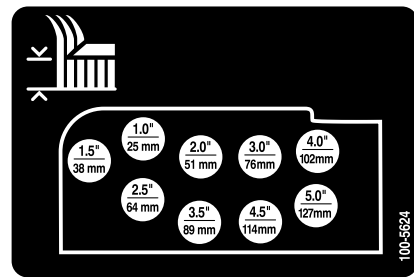

Рисунок 22
- Закрепите цепи регулировки высоты скашивания в требуемом отверстии с помощью шплинтуемого штифта и игольчатого шплинта (Рисунок 22).